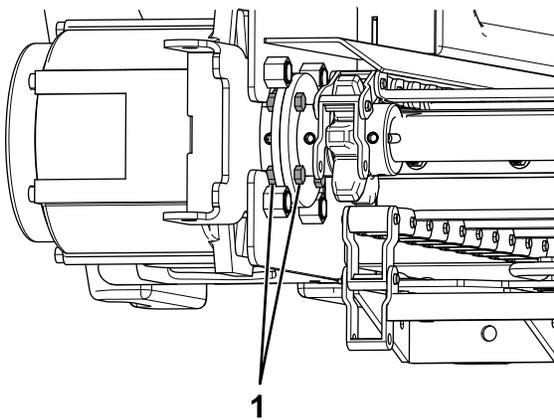

Bild 13
- 10. Entfernen Sie die vier Schrauben und Sicherungsmuttern, mit denen die Getriebekupplung an der Antriebswelle befestigt ist, und entsorgen Sie diese (Bild 13).